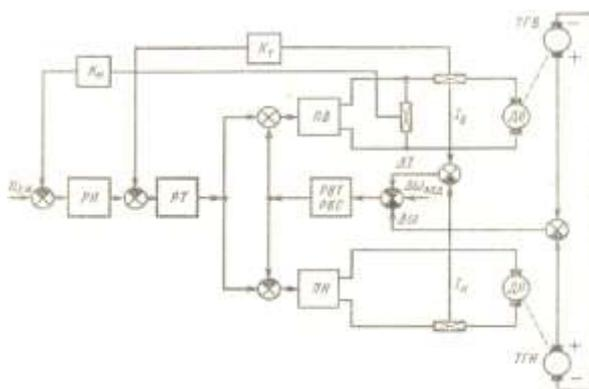

Рисунок 2 – Схема выравнивания скоростей и токов с групповым управлением
2. Назначение командоконтроллера К (рисунок 2).
3. Каким образом осуществляется пуск двигателя (рисунок 2)?
4. Назначение «педали внимания» (рисунок 2).
5. Какие два способа установки миксера в заданном положении применяются в схеме (рисунок 2)?